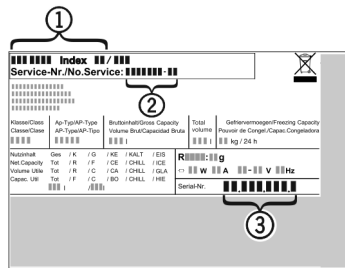

Fig. 35
- ▶ A készülék megnevezését Fig. 35 (1), a szerviz- Fig. 35 (2) és sorozatszámot Fig. 35 (3) a típus-tábláról olvassa le. A típustábla a készülék belsejében baloldalon található.
- ▶ Értse a vevőszolgálatot a hibáról, és adja meg nekik a készülék megnevezését Fig. 35 (1), a szerviz- Fig. 35 (2) és a sorozatszámot Fig. 35 (3).